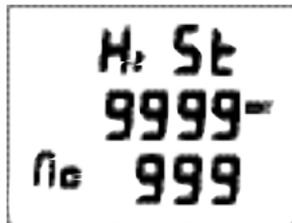

Fig. 53 - HISTORIAL 1
**HISTORIAL 1;** ésta es la información mostrada (Fig. 53):